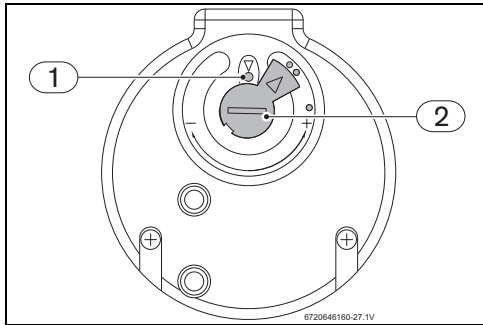

Fig. 55 Regulador de temperatura
- ▶ Pulsar el botón de solución de averías hasta el tope (Fig. 55, [1]).
Tras la solución de la avería, asegurarse de que el regulador de temperatura se encuentra en la posición indicada en la Fig. 55. No dañar la cubierta protectora.